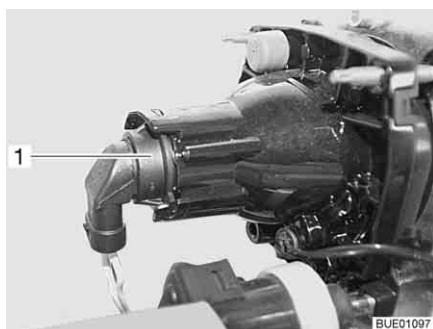

Bild 285 Halvljus/helljus/parkeringsljus
- Greppa tag bakom lampfästet (Bild 285,1).